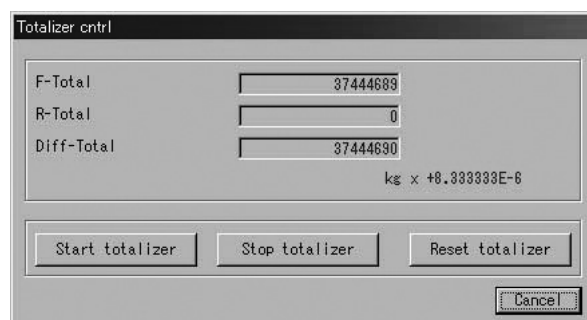

図18
- ③ 流量計変換器に何らかの問題がある場合には、プロセス値計測用のメッセージボックス下の窓にエラーメッセージが表示されます。内容については 3.15エラー表示一覧をご参照ください。
- ④ プロセス値計測用のメッセージボックスを消す場合は「Cancel」をクリックしてください。
- ① 画面上部メニューの「Process Variable(V)」をクリックし、「Totalizer cntl」を選び再度クリックすると、図18のような積算流量値計測用のメッセージボックスが現れます。